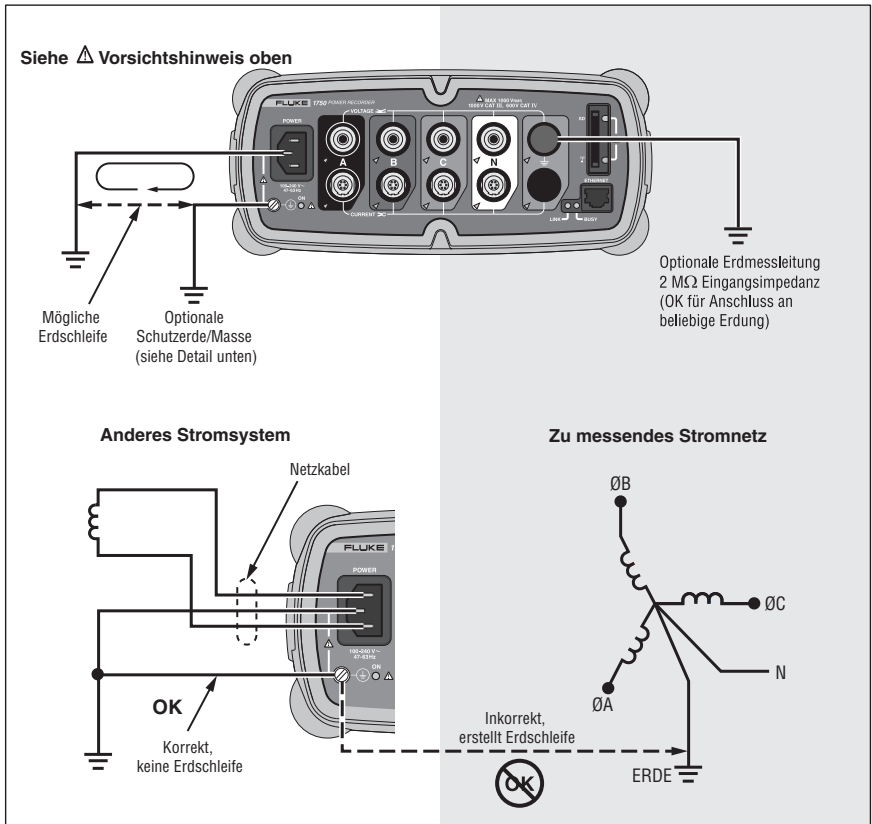

Abbildung 2. Anschluss des zusätzlichen Erdungsanschlusses
⑪	<p>Strom-Indikator</p> <p>Konstant Stromsensor in normalem Bereich</p> <p>Blinkend > 110 % v. Sensorbereich, Sensor mit höherem Bereich verwenden</p> <p>Aus Strom nicht ausreichend für Messung</p>
⑫	<p>Rot/Grün-LED</p> <p>Konstant grün Netzeingangsstrom normal</p> <p>Grün/Orange blinkend Aufzeichnung läuft</p> <p>Rot blinkend Recorder wird über USV versorgt</p>
⑬	<p>Erdungsanschluss</p> <p>Wenn der zusätzliche Erdungsanschluss und die Netzkabelschutzerde an verschiedene Erdungspotentiale angeschlossen sind, entsteht dadurch eine Erdschleife, die den Recorder beschädigen kann. Um dies zu vermeiden, den zusätzlichen Erdungsanschluss nur verwenden, wenn keine Schutzerdungsverbindung über das Netzkabel besteht. Wenn die Möglichkeit besteht, dass eine Schutzerdungsverbindung über die Netzkabelverbindung besteht, sicherstellen, dass der zusätzliche Erdungsanschluss ausschließlich an das Erdungssystem angeschlossen ist, das von den Netzsteckdosen verwendet wird, die den Recorder versorgen. Siehe Abbildung 2.</p>